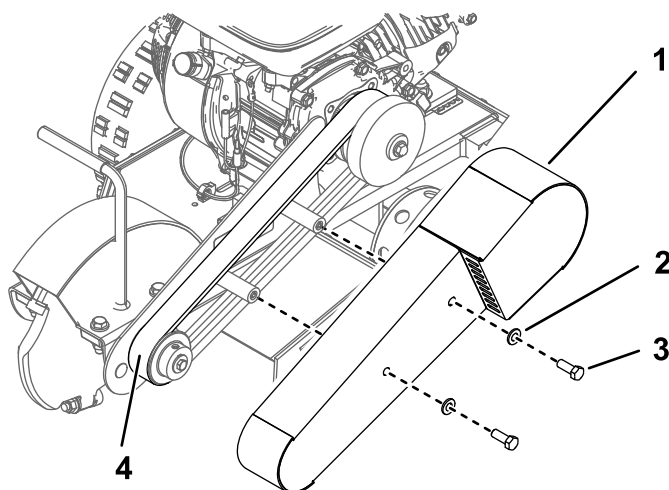

Figura 13
7. Instale la correa alrededor de la polea delantera y la polea del embrague (Figura 13).
11. Instale el protector de la correa usando 2 pernos ($\frac{3}{8}"$ x $1"$) y 2 arandelas ($0.38"$ x $0.75"$ x $0.08"$), como se muestra en la Figura 13.